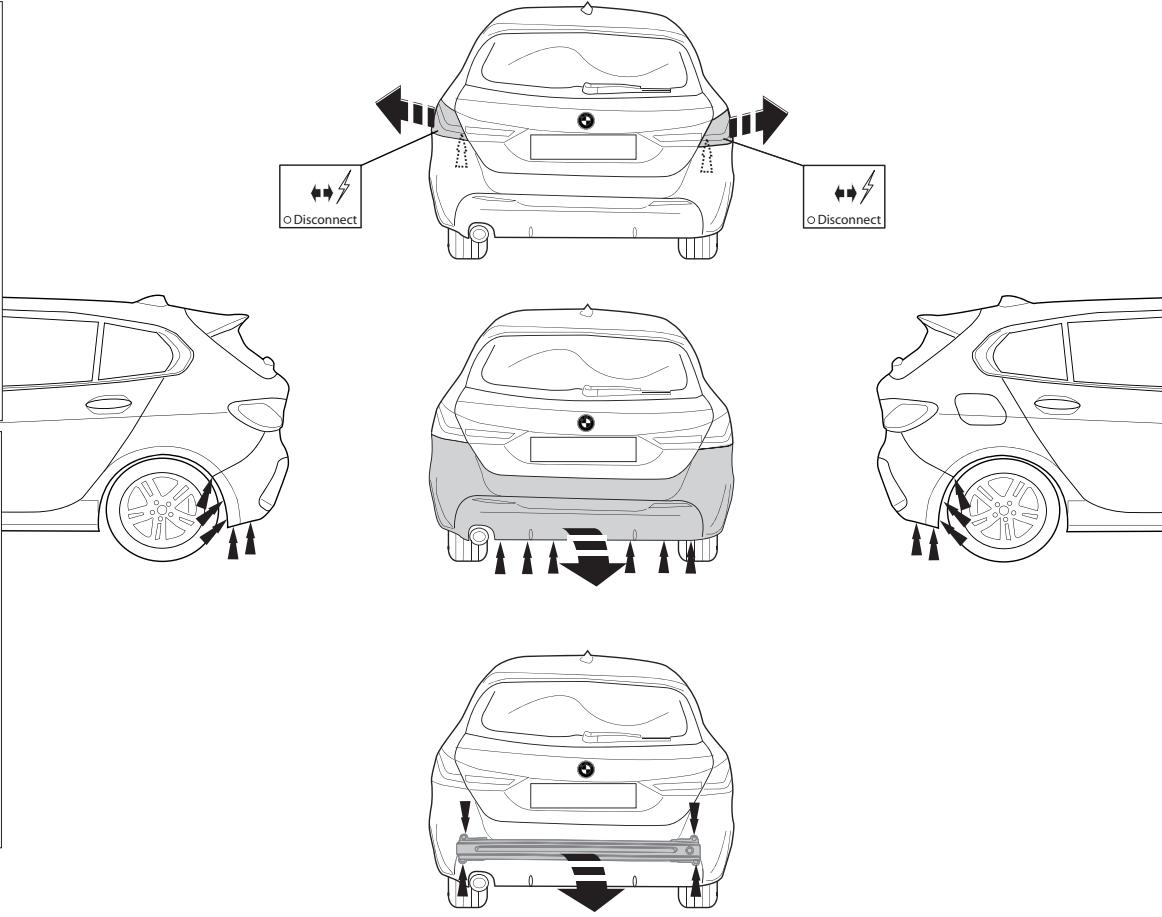

Fig.1
- буферным бруском автомобиля; буферный брус больше не понадобится. См. рисунок 1.